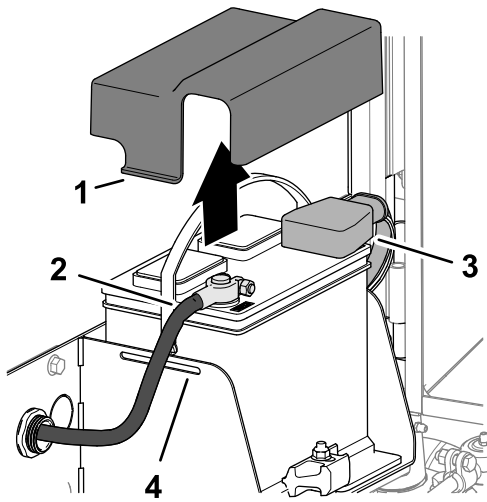

Bild 131
3. Drücken Sie die Seite der Batterieabdeckung zusammen und entfernen Sie die Abdeckung von Batteriefach (Bild 131).